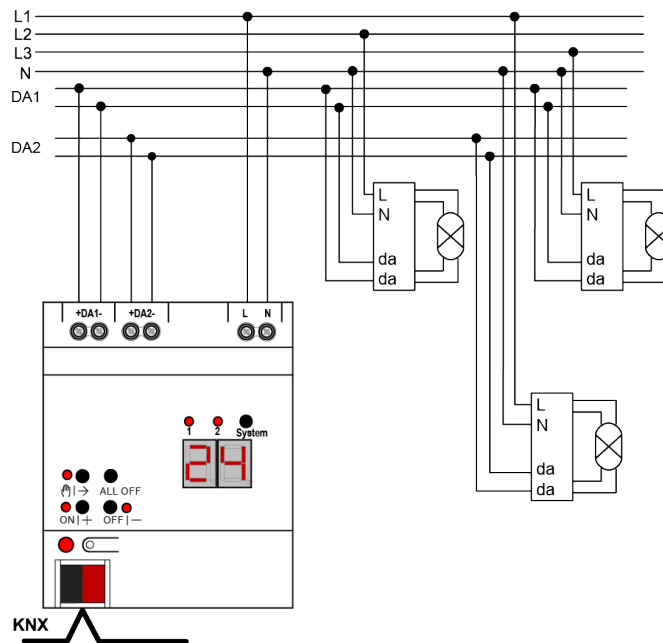

Figure 3: Exemple de raccordement passerelle DALI double
- Raccorder l'appareil selon l'exemple de raccordement (voir figure 3)